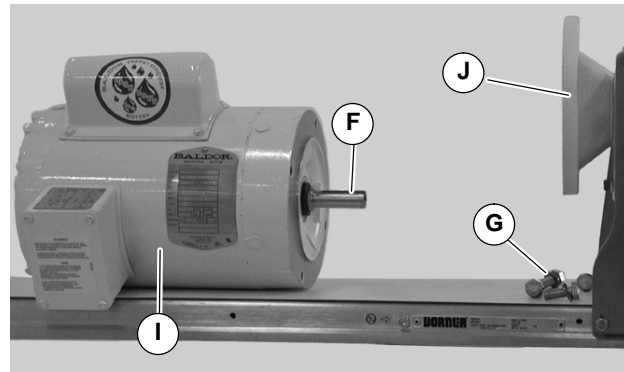

Abbildung 35
4. Die Schrauben und Beilagscheiben (G siehe Abb. 35) entfernen. Motor (I) vom Untersetzungsgetriebe (J) abheben. Paßfeder der Motorwelle (F) aufheben.